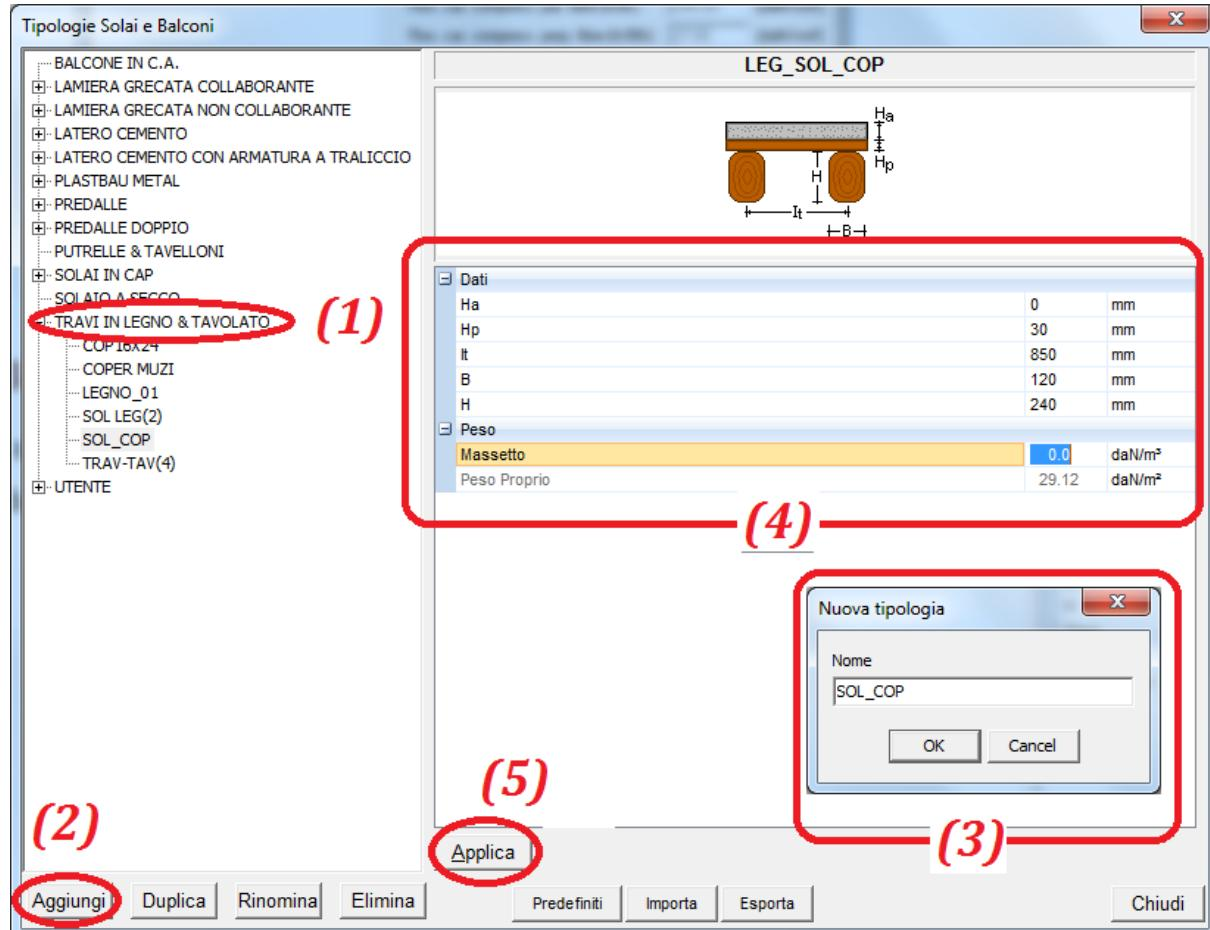

Figura 6
Tramite il menu ‘struttura \ Editor tipologie solai’ accedere all’ambiente ‘Tipologie solai e balconi’ che consente la parametrizzazione di vari tipi di solaio. Con riferimento alla figura 6, all’interno della lista dei solai impiegabili, selezionare il tipo ‘Travi in legno e Tavolato’ (1) e, contestualmente, cliccare sul tasto ‘Aggiungi’ (2). Apparirà , in questo modo, la finestra ‘Nuova Tipologia’ (3) in cui è necessario specificare l’etichetta da associare al solaio da definire. All’interno del campo nome inserire, pertanto, SOL_COP per indicare che si tratterà di un solaio da impiegare solo in copertura e cliccare su ‘OK’ per salvare il nome e chiudere
la finestra ‘Nuova Tipologia’. Impostare (4) i parametri richiesti per il solaio scelto per come riportati nella figura 6 e cliccare sul tasto ‘Applica’ (5) per salvare le modifiche.